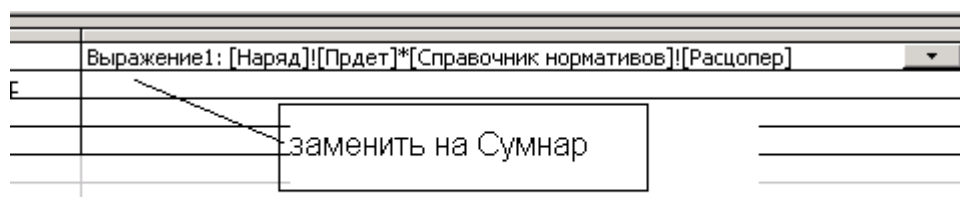

Рис. 18. Изменение имени вычисляемого поля
7. По умолчанию новое поле названо «Выражение1». Удалите это название из формулы и вместо него введите «Сумнар» (рис. 18).